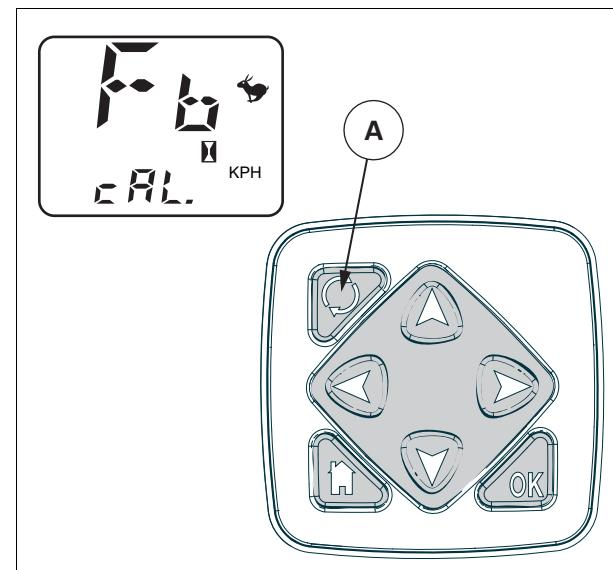

Рис. 10.
3. На экране должна отобразиться надпись "CAL" рис. 10.